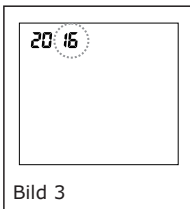

Bild 3
2. Drücken und halten Sie die Taste „M1“, drücken Sie anschließend die Taste „⏻“, wodurch das Jahr wie in Bild 3 aufleuchtet.